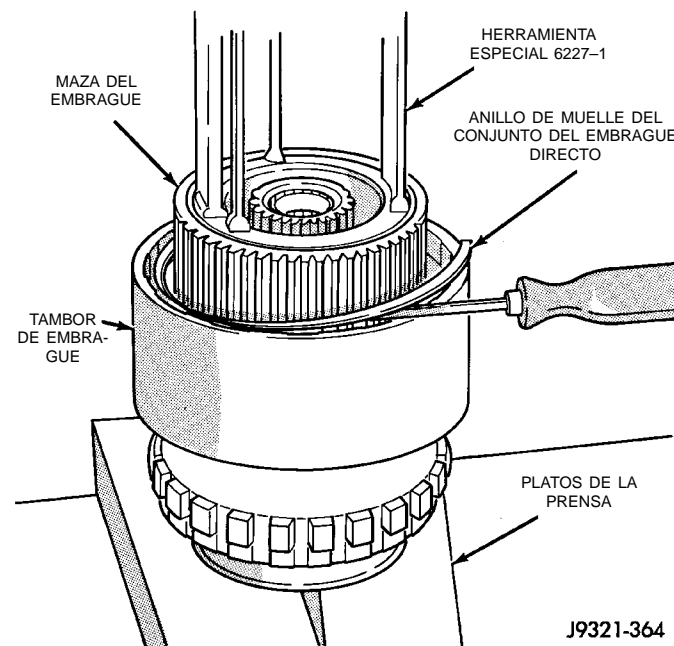

Fig. 213 Desmontaje del anillo de muelle del conjunto del embrague directo
(4) Retire el anillo de muelle del conjunto del embrague directo (Fig. 213).